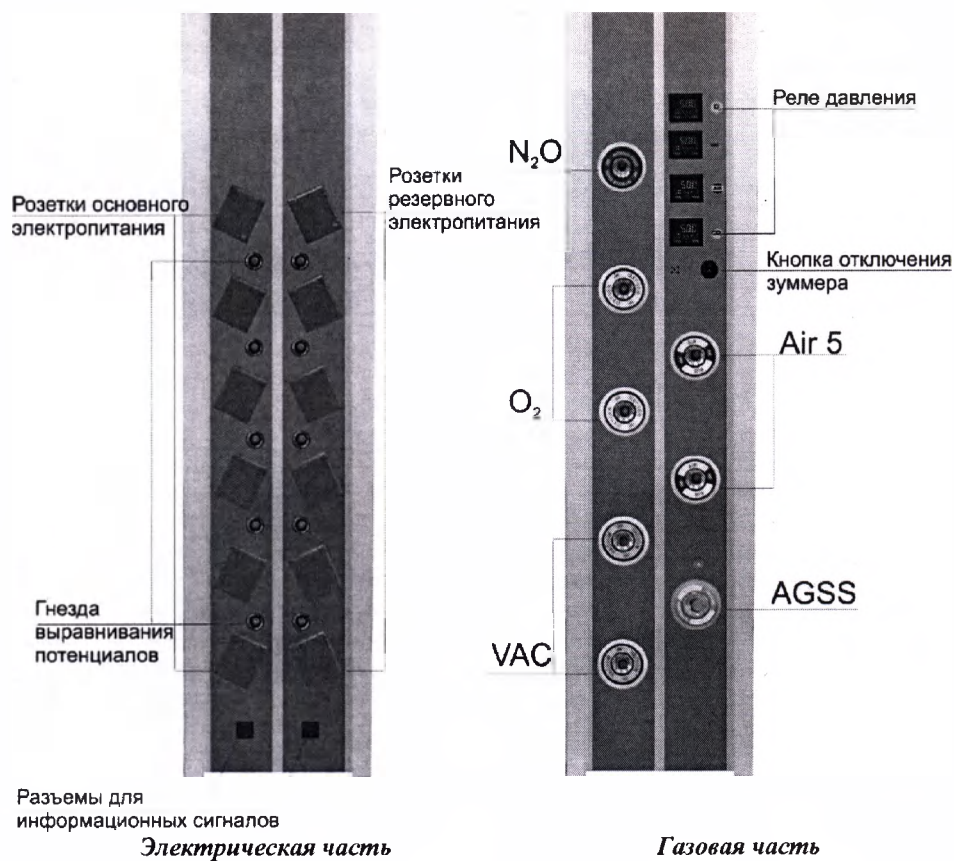

Рис. 5 Расположение клапанов медгазов быстрого подключения и розеток электропитания
- 6.4. **Приборная колонна консоли.** Приборная колонна консоли крепится к корпусу подшипника поворотного плеча. На колонне могут быть расположены клапаны медицинских газов, электророзетки, клеммы выравнивания потенциалов, разъемы информационных сигналов. К колонне также крепятся приборные полки с рельсовыми держателями для навесного оборудования. В свою очередь, приборная колонна имеет возможность поворота вокруг своей оси в пределах 330° со стопорным ограничением поворота и фрикционным тормозом. Расположение клапанов медицинских газов, розеток электропитания и гнезд выравнивания потенциалов приведено на Рис. 5. Розетки основного электропитания имеют зеленые защитные крышки, резервного – оранжевые. Верхние розетки каждой группы имеют световые индикаторы (Рис.6), сигнализирующие о присутствии напряжения питания.